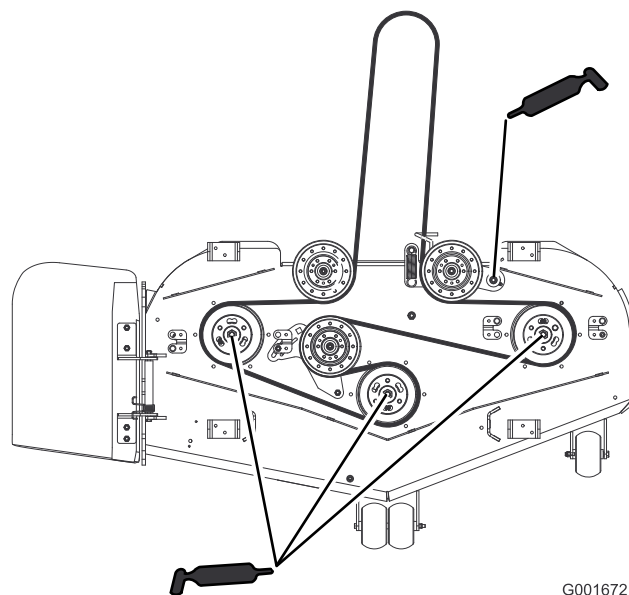

Figura 33
4. Engrase los tres cojinetes de los ejes hasta que rezume grasa de las juntas inferiores (Figura 33).
5. Engrase el brazo tensor de la plataforma del cortacésped (Figura 33).